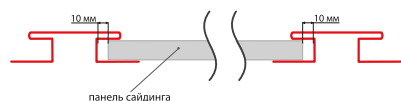

рис. 14
2. Заведите панель в следующую планку (стыковочную, угловую) таким образом, чтобы между панелью сайдинга и жесткими ребрами планок оставался зазор 10 мм для возможного расширения, связанного с перепадом температур. Закрепите панель саморезами (рис. 14);